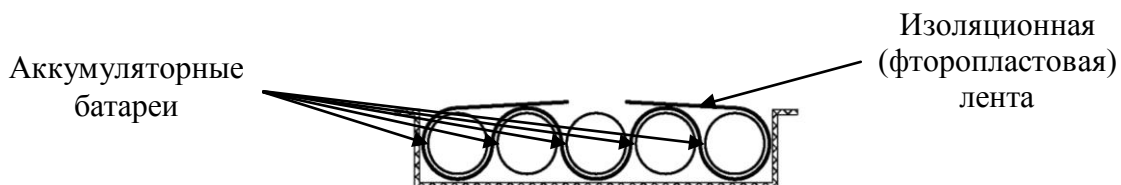

Рис.6
3. Вставьте 5 аккумуляторных батарей типа АА, соблюдая указанную полярность и используя фторопластовую ленту (1шт. из комплекта поставки принтера). Ленту укладывать согласно Рис.6.